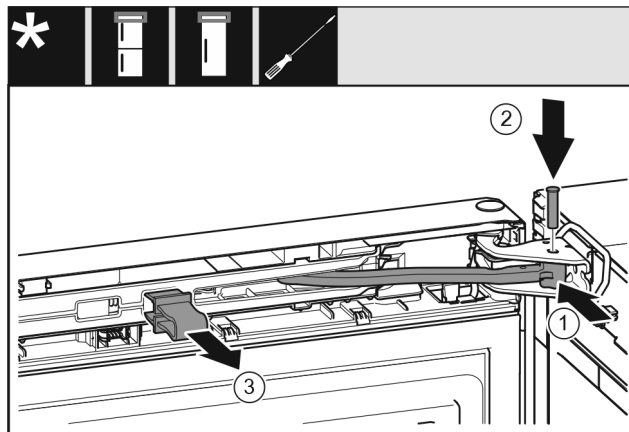

Fig. 21
- ▶ Forgassa be a csuklót a csapágybakba. Fig. 21 (1)
- ▶ Helyezze be a csapszeget a csapágybakba és a csuklóba. Közben ügyeljen arra, hogy a bekattanó bütyök megfelelően illeszkedjen a horonyba. Fig. 21 (2)
- ▶ Vegye le a biztosítékot. Fig. 21 (3)